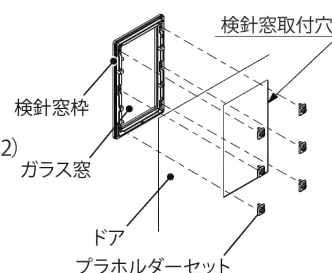

図 1 取外し方法
2. 検針窓枠からブラホルダーセットを取外してください。（図 1）